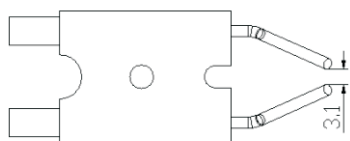

Rys. 2
Wyczyścić filtry powietrza. Zdjąć osłonę filtra (11), wymyć filtr powietrza wlotowego (10) przy użyciu delikatnego detergentu, a następnie dokładnie wysuszyć przed ponownym założeniem. Filtr powietrza dostarczanego (9) wymienić raz do roku (Rys. 2).